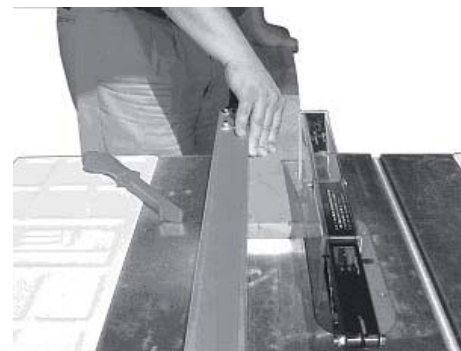

Рис. 28
- При продольном распиле заготовка подается продольным направлением к пильному диску, используя направляющую линейку в качестве параллели и располагая устройство таким образом, чтобы убедиться в требуемой ширине заготовки (рис. 28).